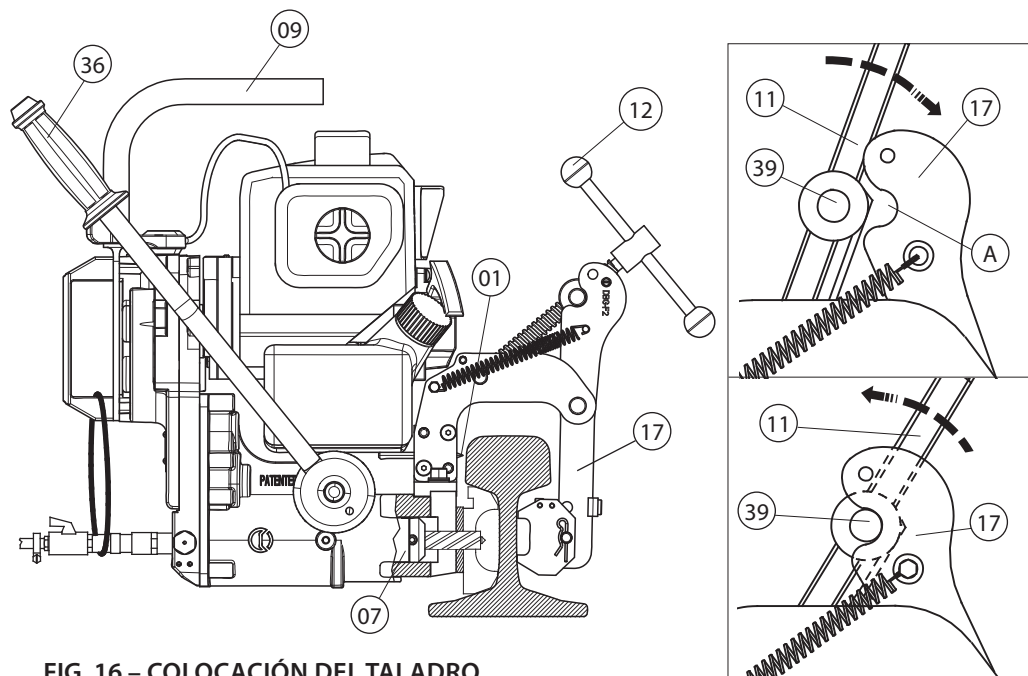

FIG. 16 – COLOCACIÓN DEL TALADRO
7.4) Colocación del taladro al vástago del raíl (Ref. a Fig. 16)
7.4.2) Introducir el casquillo de rosca (39) del tornillo (11) en el alojamiento correspondiente (A) del brazo móvil (17) (ver detalle en Fig. 16); por medio del volante (12) poner el brazo móvil en posición de completa apertura.